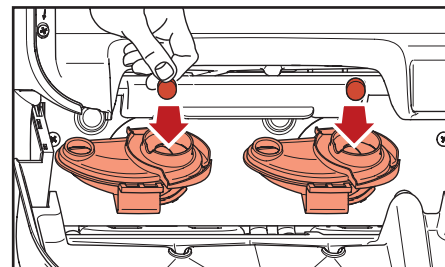

Fig. 5.4 - Insérez les pastilles de nettoyage Rinza.
4. Insérez une pastille de nettoyage Rinza dans chacun des bols de mélange (fig. 5.4).
- i. Insérez une pastille de nettoyage Rinza dans les bols de mélange (fig. 5.4).